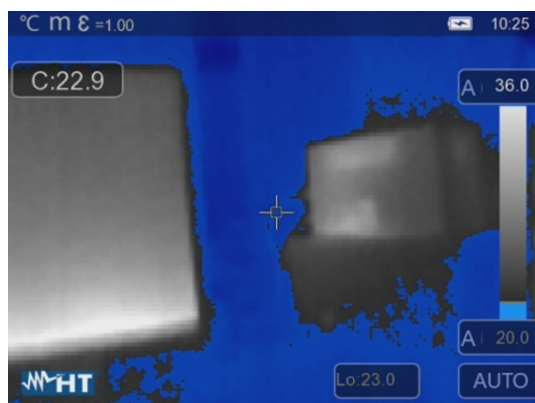

Fig. 41: Seleção da linha isotérmica Alarme de baixa temperatura.
6. Clique no símbolo “” para ativar a função isotérmica “Alarme baixa da temperatura”. O seguinte ecrã é exibido no dispositivo em cinzento (ver Fig. 41)
7. Clique em "Lo" na parte inferior do ecrã nas ícones < ou > para definir o valor do limite mínimo de temperatura abaixo do qual o instrumento mostra os pontos da imagem em azul e os pontos restantes em cinzento (ver Fig. 41)